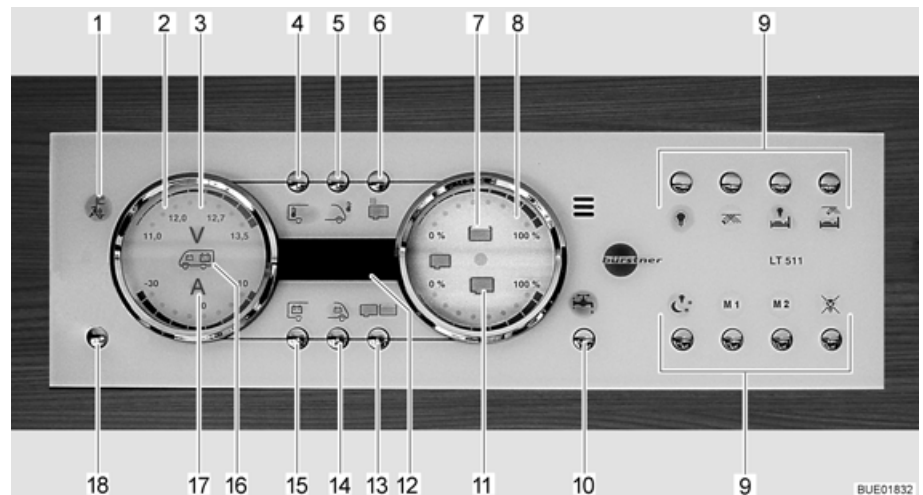

Fig. 139 Panneau de contrôle LT 511
Le voyant de contrôle 230 V (Fig. 139,1) s'allume si l'arrivée du bloc électrique est sous tension de réseau.
L'interrupteur principal 12 V (Fig. 139,18) établit ou coupe le panneau de contrôle et l'alimentation 12 V de la cellule.
- Appuyer brièvement sur la touche d'alimentation 12 V (Fig. 139,18). L'alimentation 12 V de la cellule est assurée. L'indicateur de contrôle "12 V" s'allume.
- ▷ La tension de la batterie de cellule est trop faible quand les DEL "11,0" de l'affichage en Volt et le symbole Volt "V" (Fig. 139,3) clignotent dans l'indicateur des batteries (Fig. 139,2) après la mise sous tension. Charger la batterie.
- ▷ La coupure de batterie est active quand l'indicateur de contrôle "12 V" et le symbole Volt "V" (Fig. 139,3) clignotent trois fois après la mise sous tension. Désactiver la coupure de batterie.
- Appuyer brièvement sur la touche d'alimentation 12 V (Fig. 139,18). L'alimentation 12 V de la cellule est coupée. L'indicateur de contrôle "Alimentation 12 V" s'éteint.
- Appuyer sur la touche batterie de cellule (Fig. 139,15) et la maintenir enfoncée pendant 10 secondes environ. Le symbole Volt "V" (Fig. 139,3) et l'indicateur de contrôle "12 V" clignotent trois fois. La batterie de cellule est coupée du réseau de bord de 12 V.
- Appuyer sur la touche d'alimentation 12 V (Fig. 139,18) et la maintenir enfoncée pendant 5 secondes environ. Le symbole Volt "V" (Fig. 139,3) et l'indicateur de contrôle "12 V" clignotent trois fois. La batterie de cellule est branché au réseau de bord 12 V. L'indicateur de contrôle s'allume au bout d'env. 5 secondes.
- Appuyer sur la touche de la batterie de cellule (Fig. 139,15). Le symbole Volt "V" (Fig. 139,3) s'allume. Le symbole Ampère "A" (Fig. 139,17) est allumé en blanc ou en rouge suivant l'état de chargement ou de déchargement. Les DEL à l'intérieur de l'indicateur indiquent la tension de la batterie et le courant de la batterie de cellule.
- Appuyer sur la touche de la batterie de démarrage (Fig. 139,14). Le symbole Volt "V" (Fig. 139,3) s'allume. Des DEL à l'intérieur de l'indicateur indiquent la tension de la batterie de démarrage.
- Appuyer sur la touche réservoirs (Fig. 139,13). Les symboles réservoir d'eau (Fig. 139,7) et réservoir d'eaux usées (Fig. 139,11) s'allument. Des DEL à l'intérieur de l'indicateur indiquent le niveau du réservoir d'eau (échelle supérieure) et celui du réservoir d'eaux usées (échelle inférieure).
Le symbole du réservoir d'eau (Fig. 139,7) ou celui du réservoir d'eaux usées (Fig. 139,11) clignote quand le réservoir d'eau est vide ou que le réservoir d'eaux usées est plein.
L'affichage numérique (Fig. 139,12) permet d'indiquer les températures intérieure et extérieure.
- Appuyer sur la touche température intérieure (Fig. 139,4). La température intérieure s'affiche.
- Appuyer sur la touche de la température extérieure (Fig. 139,5). La température extérieure s'affiche.